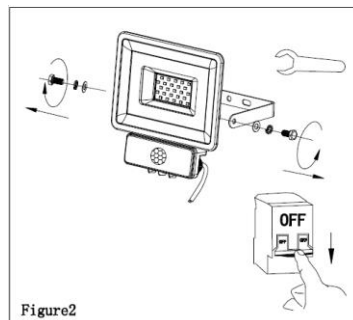

Figure2
2. Entfernen Sie die Schrauben, die den Montagebügel mit dem Gehäuse verbinden. Entfernen Sie den Montagebügel. (Bild 2)